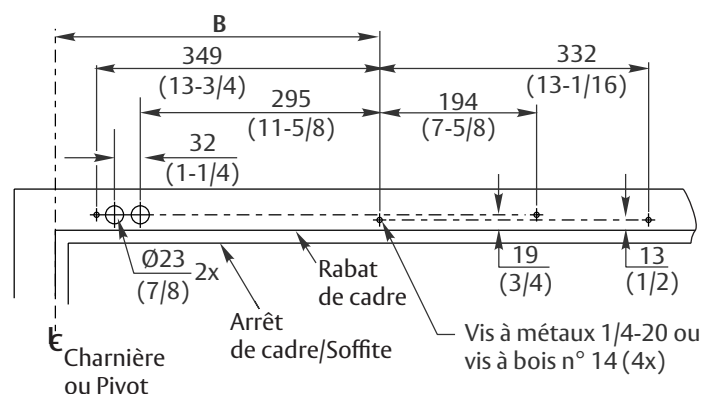

Figure 3 Ouverture à gauche illustré
4. A l'aide du gabarit détaillé de la page 15, préparer quatre (4) trous pour des vis à métaux 1/4-20 ou des vis à bois 14 x 69,85mm (2-3/4"). Il est suggéré d'utiliser un écrou à sertir (par un tiers) pour les cadres creux en métal ou en aluminium non renforcés. (Figure 3)
5. Pour le montage de conduits dissimulés (le cas échéant) : Préparer deux (2) trous de 22mm (7/8") de diamètre pour le conduit, pour l'entrée d'alimentation et pour les fils de l'interrupteur/capteur.